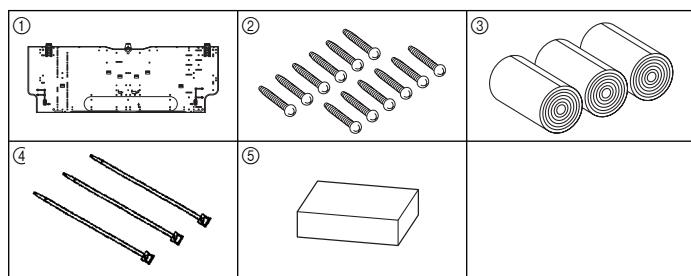

Fig. 3-1
- ⑥ Sortie d'air : ne placer aucun obstacle à moins de 1500 mm, 59-1/16 inch de la sortie d'air.
- ⑦ Surface du sol
- ⑧ Garniture
- ⑨ Lorsqu'une traverse dépasse du mur de plus de 60 mm, 2-23/64 inch, une distance supplémentaire est nécessaire car le flux d'air du ventilateur peut créer un cycle court.
- ⑩ 1800 mm, 70-7/8 inch minimum de la surface du sol (pour montage en hauteur)
- ⑪ 55 mm, 2-11/64 inch minimum avec tuyau gauche ou arrière gauche et installation d'une pompe de vidange en option
- ⑫ 550 mm, 21-21/32 inch minimum avec installation d'une pompe de vidange en option
- ⑬ Minimum 7 mm, 9/32 inch : 250 mm, 9-27/32 inch minimum avec installation d'une pompe de vidange en option
3.1. Vérifier les accessoires qui accompagnent l'appareil intérieur (Fig. 3-1)